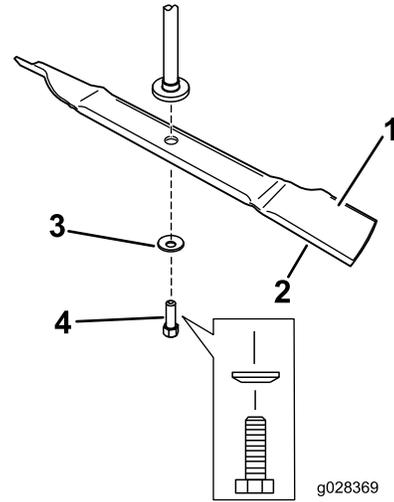

Figure 3
- Placez la lame sur l'axe (Figure 3).
- Posez la rondelle bombée (face concave vers la lame) et le boulon de lame (Figure 3).